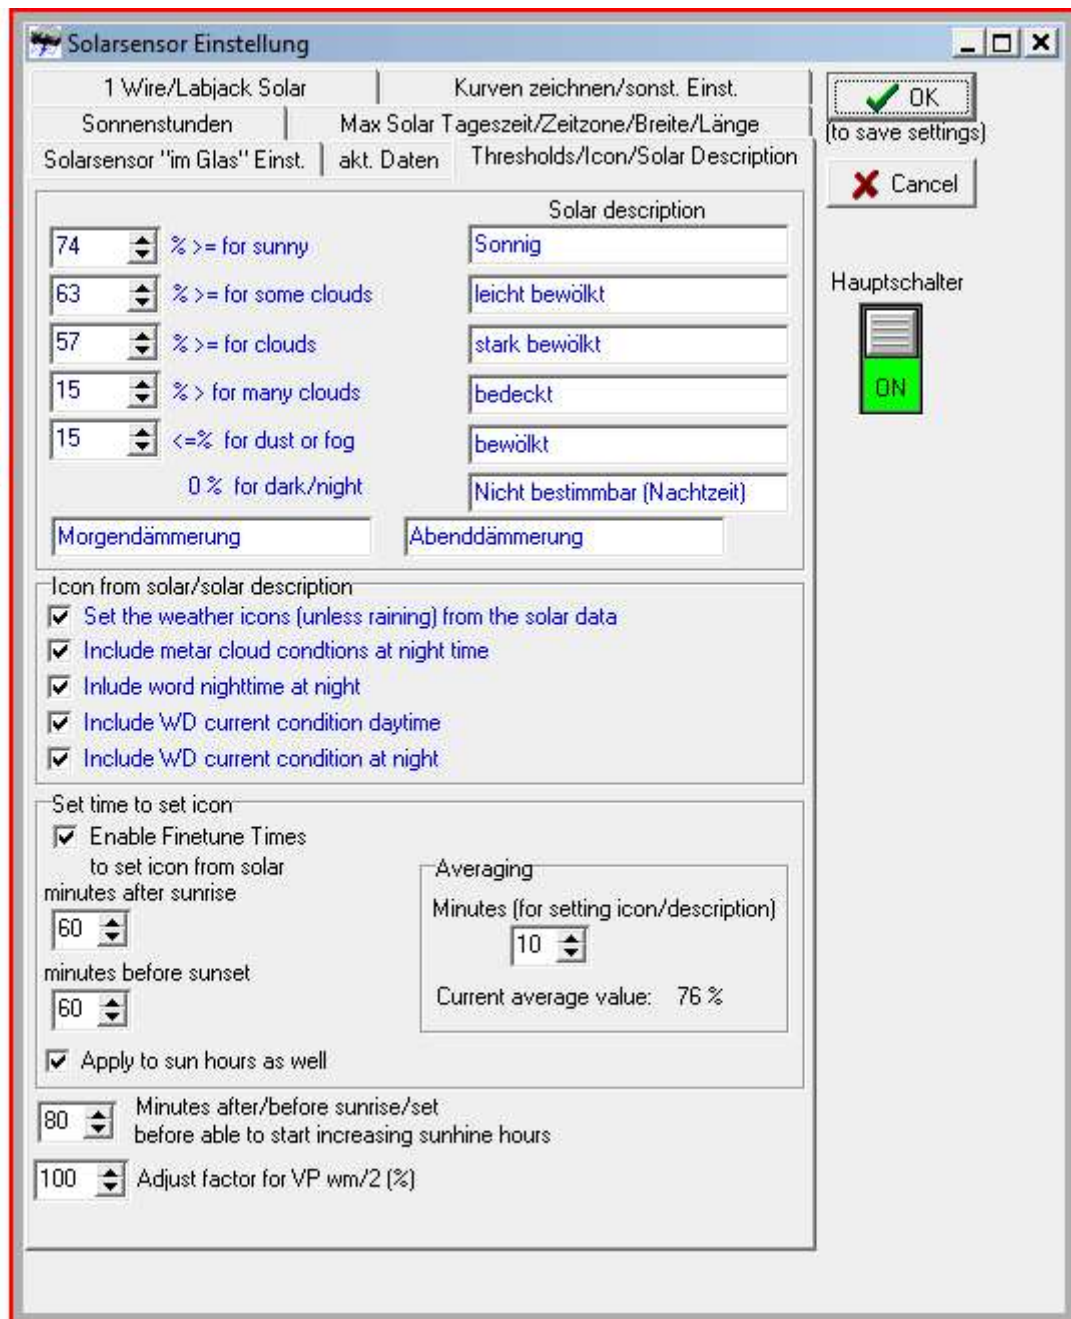

Abbildung 7
4. Der folgende Bereich (Threshold/...) (Abb. 7) dient zur Berechnung ab wann die Konditionen gesetzt werden. Hier muss ein wenig experimentiert werden welche Einstellungen am besten passen. Dies muss ggf. auch im Jahresverlauf geändert werden.